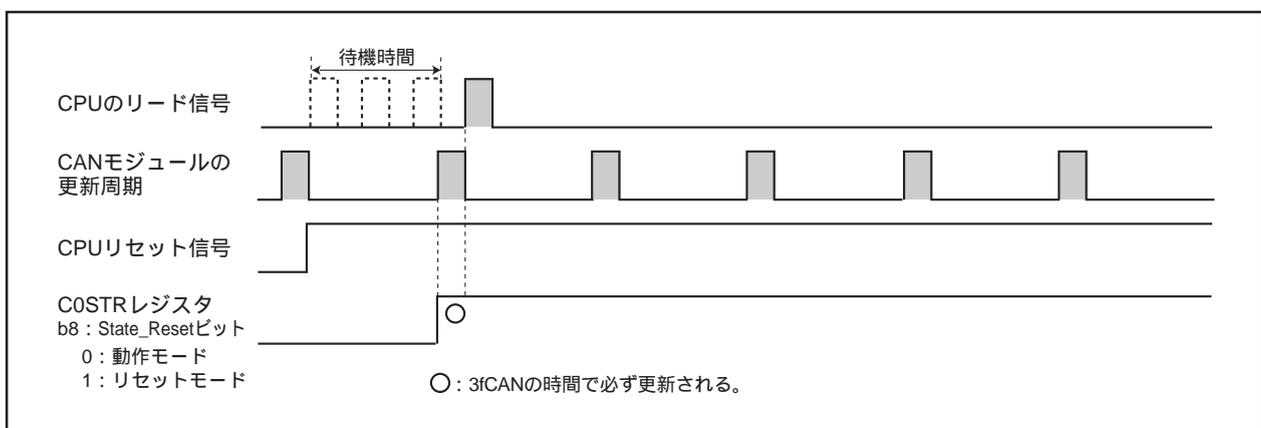

図23.6 CPUの読み出し前に3fCAN分待機した場合
- ・CPUがC0STRレジスタを読み出す前に、3fCAN以上「表23.2 CANモジュールステータス更新周期」参照)の待機時間を持たせる(「図23.6 CPUの読み出し前に3fCAN分待機した場合」参照)。